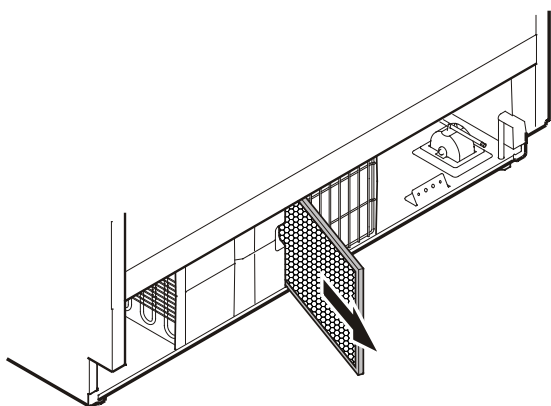

Figure 25
- Sortir le filtre de poussière (**Figure 25**) pour le nettoyer dans de l'eau de vaisselle ou à la main à l'eau tiède à laquelle on aura rajouté du produit vaisselle.